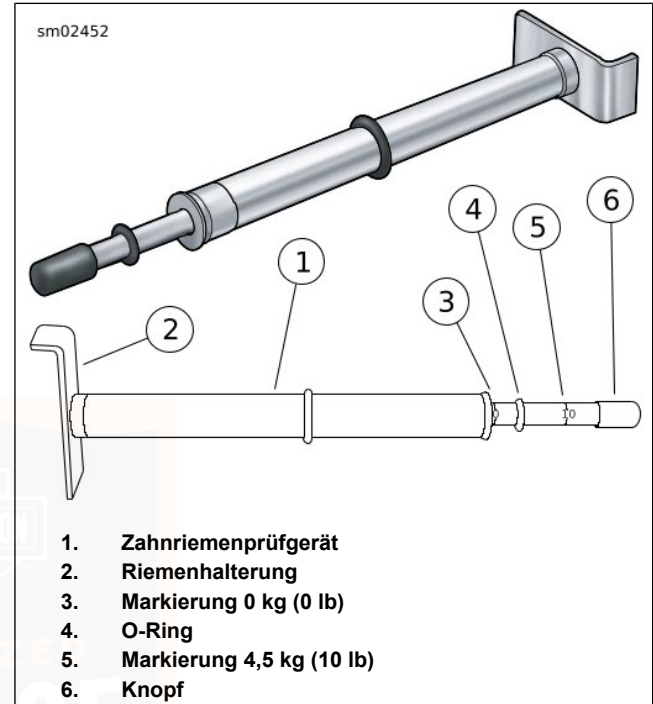

Abbildung 49. Zahnriemenprüfgerät
2. Siehe Abbildung 49. Das ZAHNRIEMENPRÜFGERÄT (TEILE-NR.: HD-35381-A) bereitlegen.